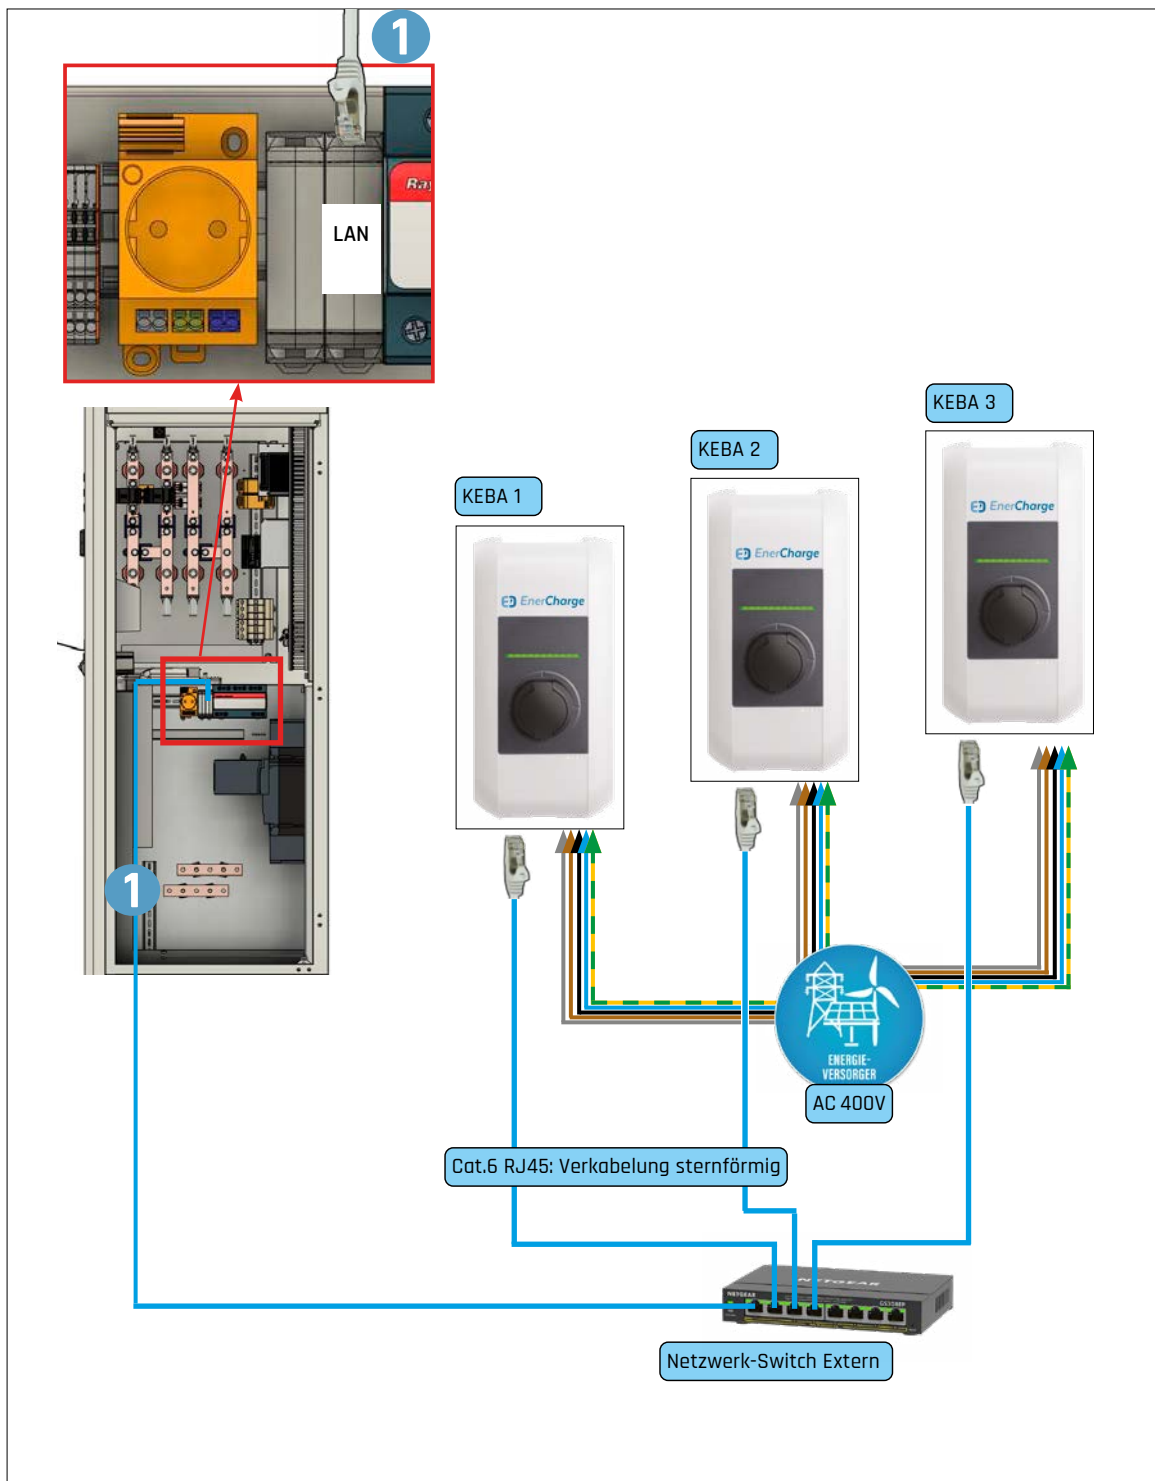

Abb. 30: Ethernet-Anschluss-Schema KEBA
- > Ein Kategorie 6 (Cat.6) Ethernet (RJ45) Kabel führt von der ECC 320 zum externen Netzwerk-Switch (nicht im Lieferumfang enthalten). Die Wallboxen (z.B. KEBA) oder eBike-Charger werden mit dem Netzwerk-Switch verbunden: (siehe „Abb. 30: Ethernet-Anschluss-Schema KEBA“ auf Seite 31).
- Die Verdrahtung erfolgt "sternförmig" - siehe Abb. 30.